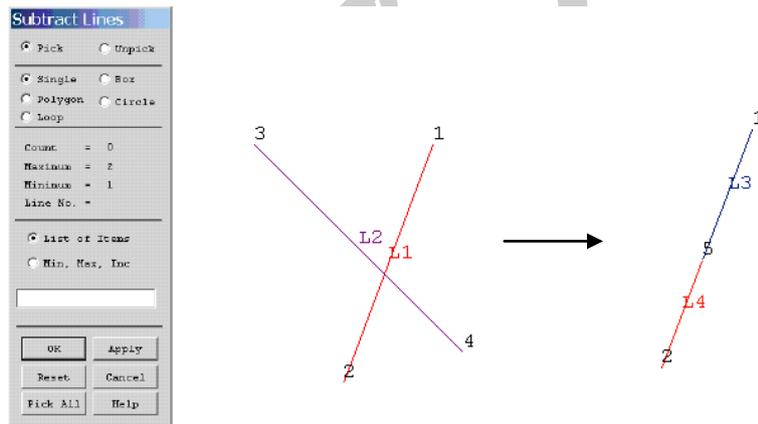

图3.60 线与线的减运算示例
(1) 复制光盘目录“\ch03\ex3\”中的文件到工作目录，启动 ANSYS，单击工具栏上的  按钮打开数据库文件“ex3.db”。
(2) 单击 Main Menu> Preprocessor> Modeling> Operate> Booleans> Subtract> Lines 菜单，弹出如图 3.60 左所示的对话框，然后在图形视窗中选择 L1，单击【OK】按钮，再选择 L2，单击【OK】按钮，表示 L1 减去 L2，最后得到的运算结果如图 3.60 右所示。